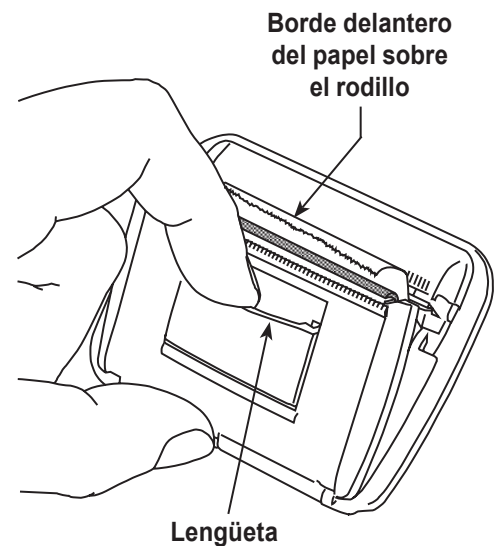

Figura 11
1. Retire la tapa de la impresora tirando de la lengüeta como se muestra en la Figura 11.
8. Coloque la impresora en el área de corte del panel de control. Presione la cara de la impresora al ras del panel, orientada con el papel que sale en la parte superior de la impresora como se muestra en la Figura 11.